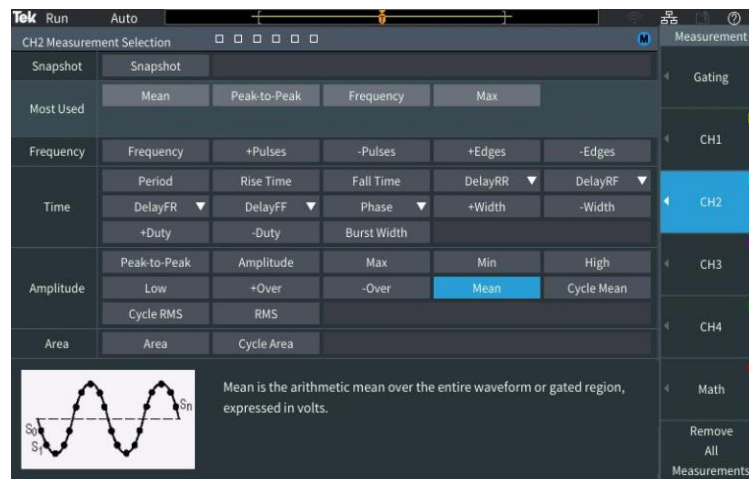

图 12. 通道2 的Peak-Peak和Mean测量.
6. 按下**CH2** 侧键. 通过**MPK** 选择**Peak-Peak** 和 **Mean** (图 12).